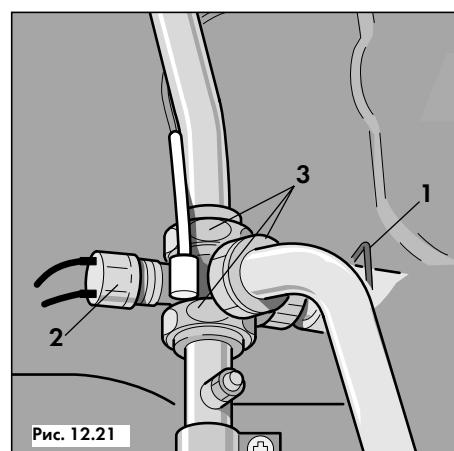

Рис. 12.21
- Разъединить штекерные соединения и отсоединить кабели STB (2, рис. 12.21);
- Удалить пружинный фиксатор (1, рис. 12.21);
- Раскрутить резьбовые соединения (3, рис. 12.21) и снять байпас вместе с подсоединенными;